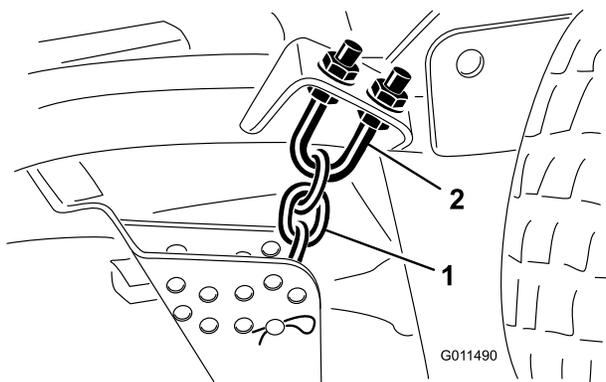

Figura 76
1. Desaperte as porcas de retenção na zona superior ou inferior da cavilha em U da correia da altura de corte (Figura 76).